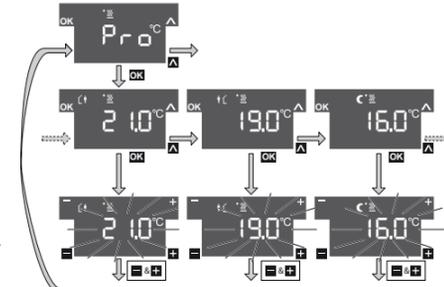

Figure 7
- À l'aide de la touche sensorielle ▲ sélectionner la commande de menu Pro pour le fonctionnement en chauffage ☺ ou le fonctionnement en refroidissement - ❄ et actionner la touche sensorielle OK (figure 7).